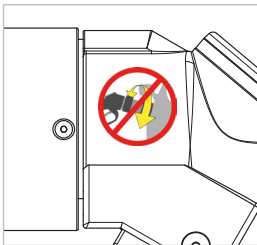

Abbildung 16
- ▶ Platzieren Sie den neuen Aufkleber an der gleichen Stelle (Abbildung 16).